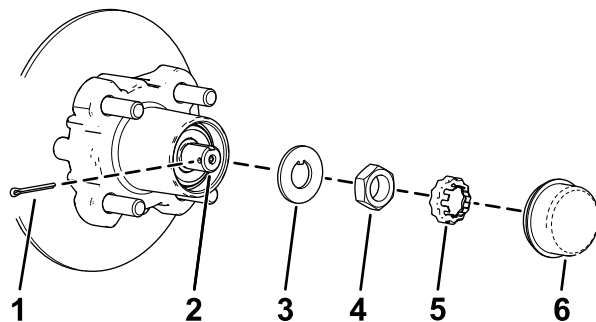
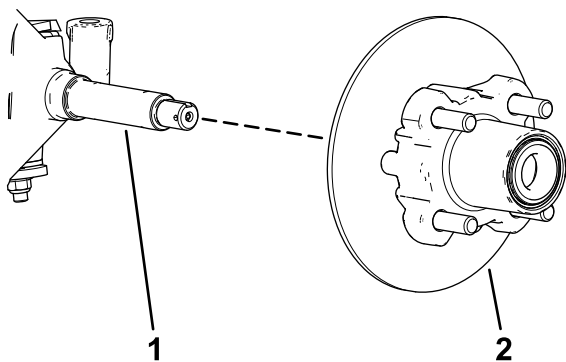

Figura 39
Figura 40
4. Retire el tapón guardapolvo del cubo (Figura 39).
5. Retire la chaveta y el retén del eje y la tuerca del eje (Figura 39).
6. Retire la tuerca del eje y separe el conjunto de cubo y rotor del eje (Figura 39 y Figura 40).